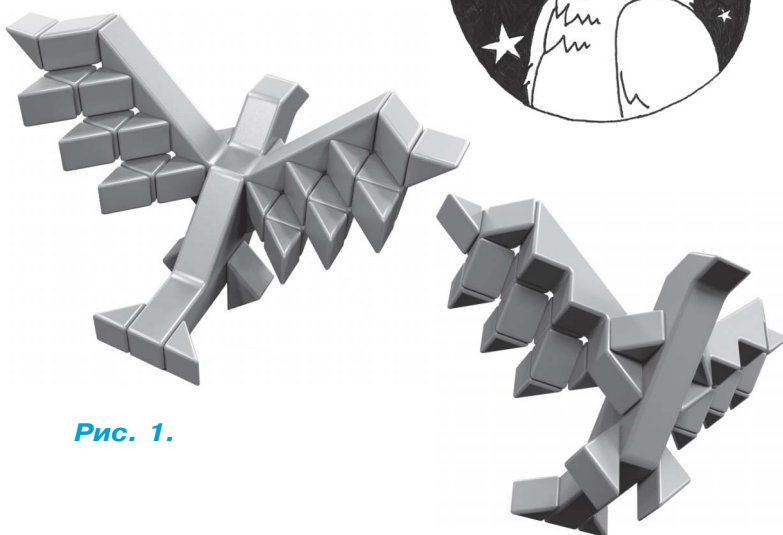

Рис. 1.
**П**родолжая тему кубопризматических скульптур, предлагаем вам сделать модель птицы (рис. 1), используя листовую утеплитель (экструзионный пенополистирол). В строительных магазинах он встречается под названием «пеноплэкс».